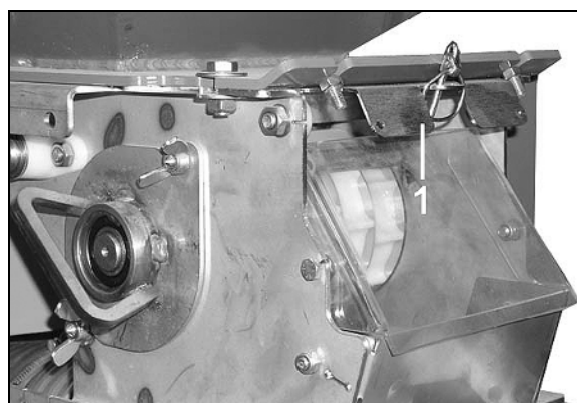

Bild 122
3. Stäng spjället (Bild 122/1) när bara